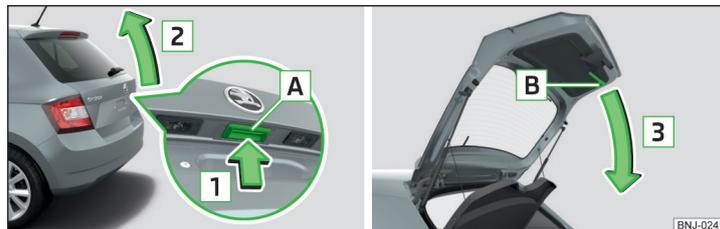

Fig. 37 Abrir/fechar tampa da bagageira
- Para **abri**, premir a tecla **A** no sentido da seta **1** » Fig. 37.
A tecla **A** » Fig. 37 é desativada durante o arranque ou a partir de uma velocidade superior a 5 km/h. Depois de parar e abrir uma porta, a tecla é novamente ativada.